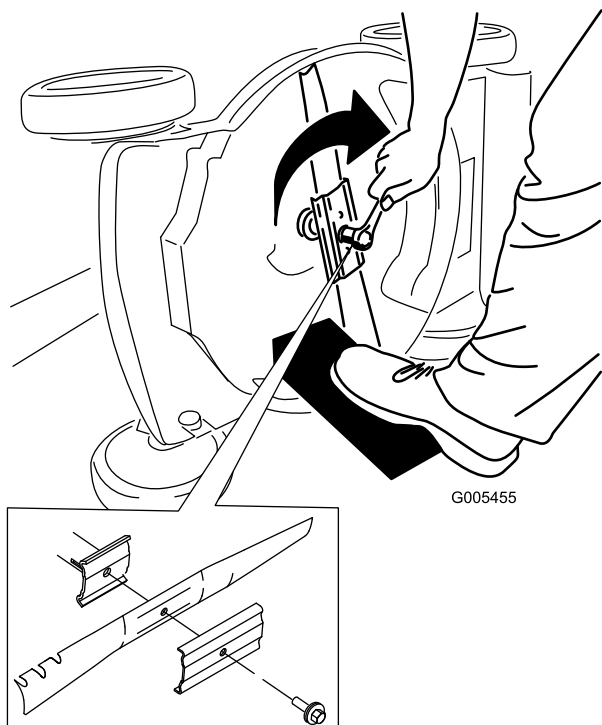

Figure 21
5. Montez la nouvelle lame et toutes les fixations (Figure 21).